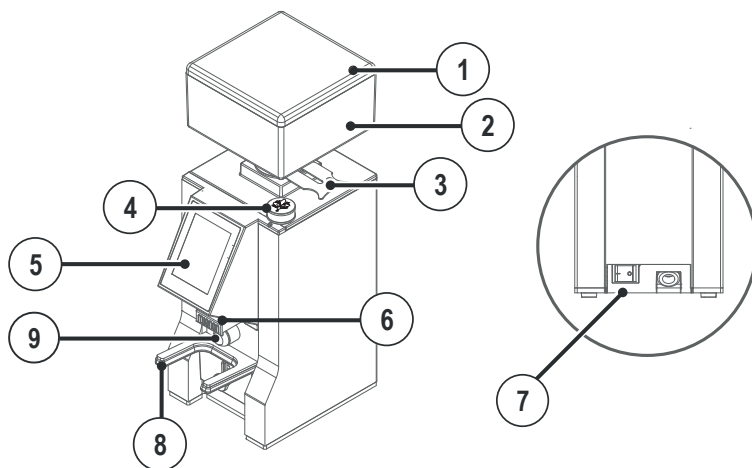
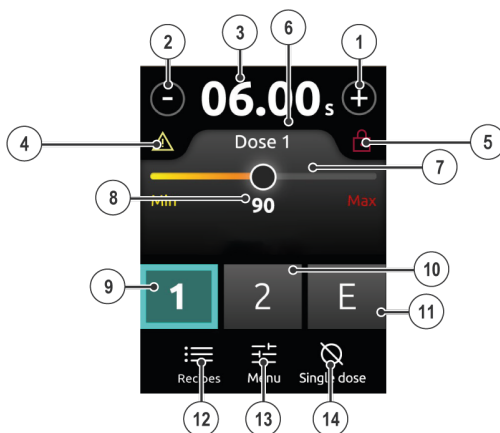

Fig. 5.1 - Description de la machine
Fig. 5.2 - Écran principal
Pour les parties de machine, voir Fig. 5.1.
Pour la description de l'afficheur, voir Fig. 5.2.
En tournant la manette, il est possible de visualiser sur l'écran principal la distance entre les meules associée au type de mouture choisie (8 – Fig. 5-2).
- Mettre l'interrupteur en position de marche (7 – Fig. 5.1).
- Sélectionner la dose à distribuer à l'aide des touches appropriées (9,10, 11 – Fig. 5.2).
- Placer la coupelle du porte-filtre sur la fourche (8 – Fig. 5.1), en veillant à ce que ce dernier se trouve précisément sous la buse de distribution (6 – Fig. 5.1).
- Appuyer à nouveau sur la touche de la dose sélectionnée ou sur la touche frontale (9,10, 11 – Fig. 5.2)(9 – Fig. 5.1).
En condition d'arrêt, le temps de mouture sur l'afficheur (3 – Fig. 5.2) clignote.
Pour ramener le temps de distribution de la dose à sa valeur initiale, appuyer sur le temps de mouture clignotant (3 – Fig. 5.2) pendant 2 secondes.
Depuis l'écran principal (Fig. 5.2), il est possible d'accéder aux fonctions suivantes.
Pour diminuer ou augmenter la dose sélectionnée, appuyer sur les touches + et – sur l'écran principal (1, 2 – Fig. 5.2). La variation pour une dose simple est de 0,1 seconde.
Pour augmenter ou diminuer en continu le temps de distribution de la dose, appuyer et maintenir l'une des deux touches + ou – enfoncée (1, 2 – Fig. 5.2).
Pour verrouiller le réglage du temps de distribution de la dose, appuyer simultanément sur + et - (1, 2 – Fig. 5.2) pendant 2 secondes. Si le réglage du temps de distribution de la dose est verrouillé, l'icône  (5 – Fig. 5.2) apparaît et les touches + et - (1, 2 – Fig. 5.2) deviennent inactives.
Pour déverrouiller le réglage du temps de distribution de la dose, appuyer simultanément sur les touches + et - (1, 2 – Fig. 5.2) et les maintenir enfoncées pendant 2 secondes.
Pour sélectionner la dose à régler, appuyer sur les touches 1, 2, E (9,10, 11 – Fig. 5.2).